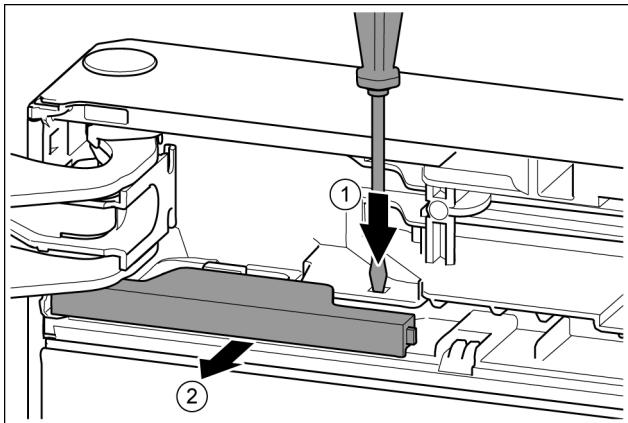

Fig. 11
- ▶ Presione la lengüeta con el destornillador para tornillos de cabeza ranurada. Fig. 11 (1)
- ▶ Extraiga la cubierta del enganche. Fig. 11 (2)